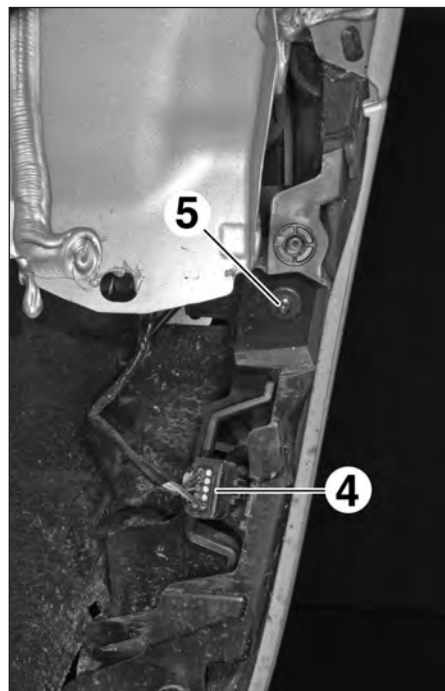
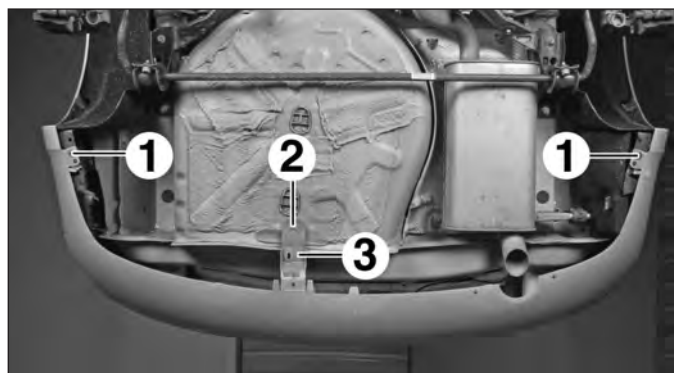

FIG.168
FIG.167
- les vis (1) (Fig.167),
- l'écrou (2).
- Dégager la patte (3) du goujon.
- Débrancher le connecteur (4) du côté gauche (Fig.168).